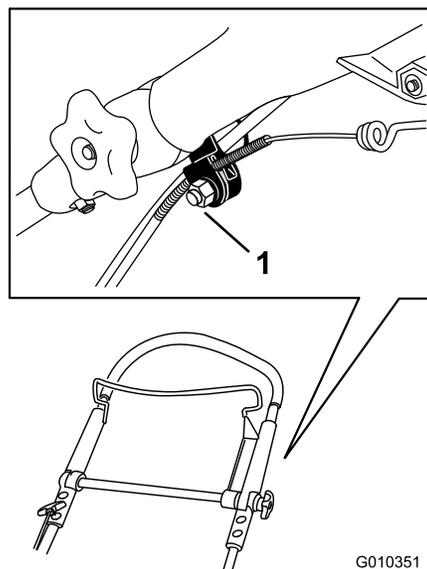

**Figura 47**
2. Spingete completamente verso il basso la sezione superiore della stegola e spruzzate il prodotto sulla superficie interna di plastica della parte esterna della stegola (**Figura 47**).